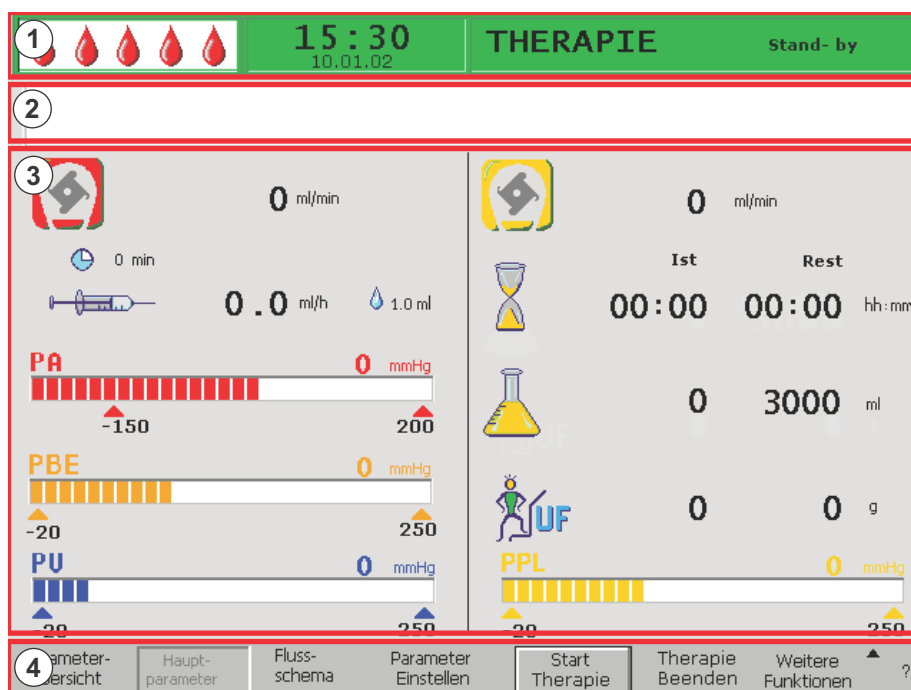

Abb. 2-10 Bildschirmaufbau
Die **Statuszeile** (Abb. 2-10, ①) zeigt an:
Beim Auftreten eines Alarms wechselt die Bildschirmdarstellung automatisch in das Flusschema. In der *Alarm-/Hinweiszeile* (Abb. 2-10, ②) wird eine entsprechende Meldung angezeigt.